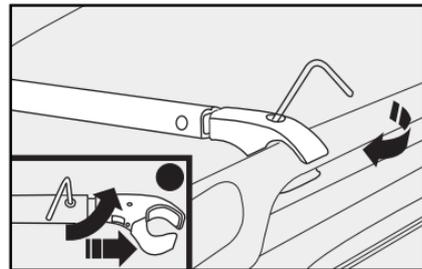

fig. 113
3) Apriete los tornillos allen de sujeción de las barras utilizando para tal la llave "L" específica **fig. 113**.
Para proporcionar más facilidad de instalación, las barras transversales poseen una regulación telescópica que posibilita alterar la longitud de las mismas - detalle **fig. 113**. Es importante recordar constantemente que en la instalación de las barras siempre se deberá respetar la numeración estampada en las mismas.